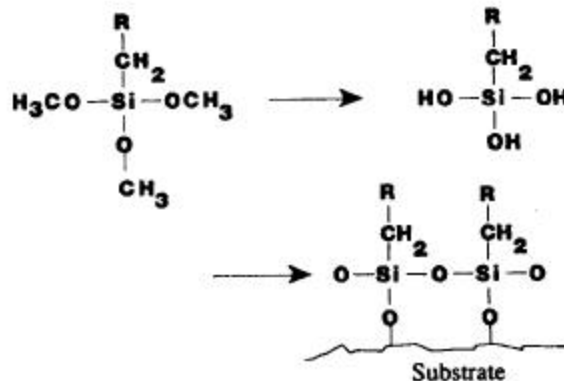

Fig 3.64 - Réactivité et structure moléculaire des siliconates, silanes et siloxanes)
- Les hydrofuges pénétrants sont **absorbés et réagissent avec le béton** pour conférer à la surface des propriétés hydrofuges. **Aucune pellicule n'est formée** (Fig 3.64).